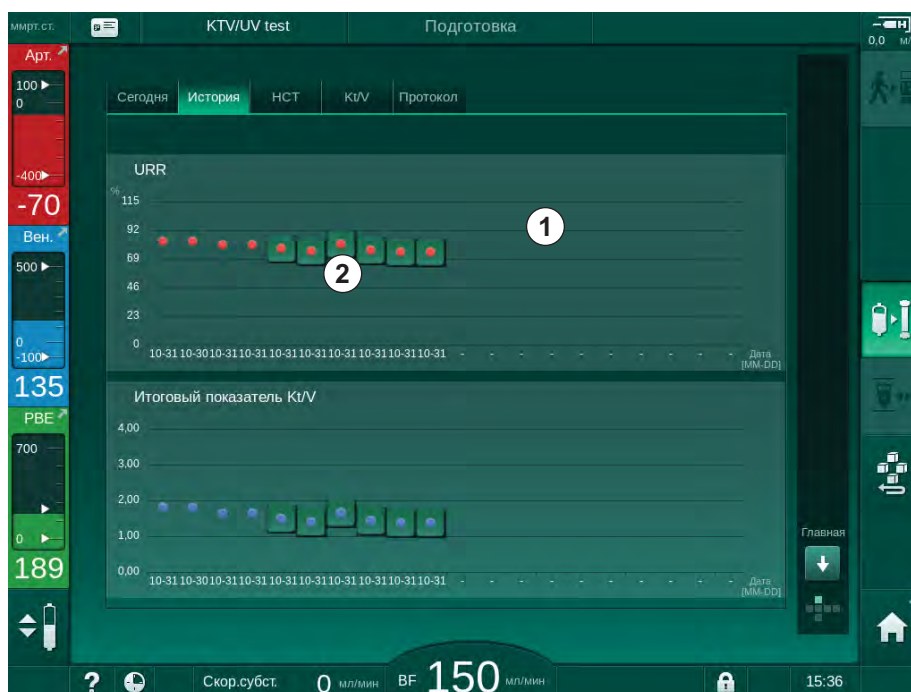

Рис. 11-12 История параметров на экране *Информация*
Для последних 6 завершенных терапий имеется более подробная информация. После касания соответствующей отметки параметра (Рис. 11-12, ②) на определенную дату, отображается динамика этого параметра для этой конкретной терапии (Рис. 11-13). Разрешение составляет 5 минут. Обзор данных закрывается при нажатии *Назад* ① .